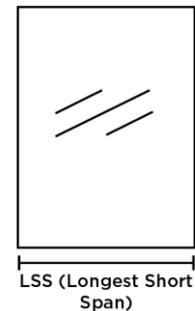

Figure2
**LSS** = La plus grande unité scellée; portée la plus courte. (voir figure 2)